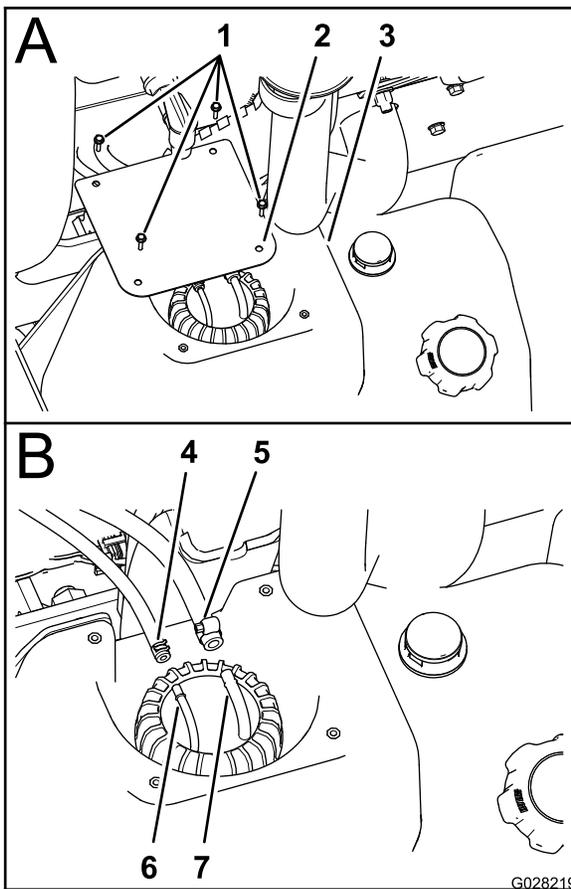

Bild 76
2. Entfernen Sie die vier Schrauben (Nr. 10 x 3/4"), mit denen die Abdeckung oben am Kraftstofftank befestigt ist, und nehmen Sie die Abdeckung ab (Bild 76).
- Lösen Sie die Klemmen, mit denen die zwei Anschlussstücke der Kraftstoffschläuche oben am Steigrohr befestigt sind (Bild 76).
- Schließen Sie die zwei Schläuche von den Schlauchanschlussstücken ab und lassen Sie den Kraftstoff aus den Schläuchen in einen zugelassenen Benzinkanister ablaufen (Bild 76).
- Schließen Sie den Kraftstoffschlauch (1/4" [6.4 mm]) am Schlauchanschlussstück (1/4" [6.4 mm]) an und befestigen Sie den Schlauch mit der Schlauchklemme am Anschlussstück (Bild 76).
der Schlauchklemme am Anschlussstück (Bild 76).